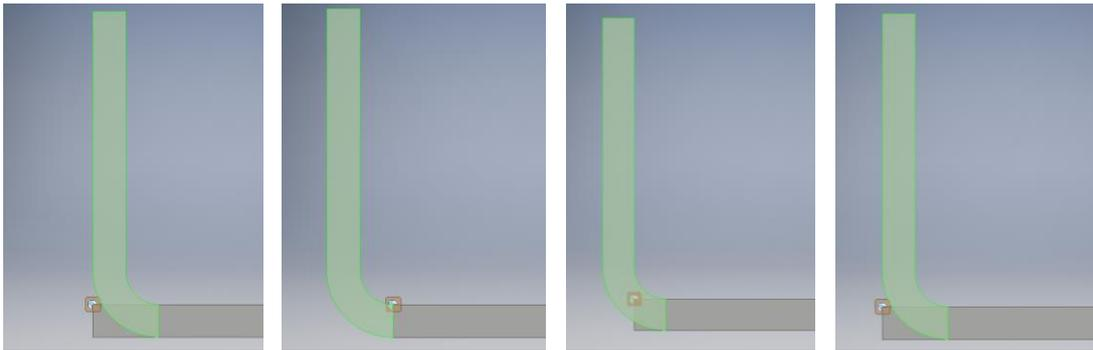

Ilustración 45. Configuración de la posición del pliegue del comando Pestaña. Crear.
- Ofrece la posibilidad de establecer la posición del pliegue desde fuera de las extensiones de la cara del pliegue ➤   , plegar desde la cara adyacente ➤   , dentro de las extensiones de la cara base ➤    o plegar tangentes hasta cara de lado ➤   . A continuación se muestran, respectivamente, las posibles configuraciones en la *Ilustración 45*.